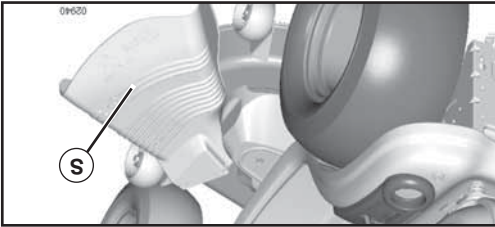

FIG. 8
4. Déplacez le levier de la commande de déplacement à la position de marche avant et tenez-le pendant cinq (5) secondes. Déplacez le levier à la position de marche arrière et tenez-le pendant cinq (5) secondes. Répétez ce procédé trois (3) fois.
8. Avancez le tracteur de 150 cm (5 pieds) approximativement et ensuite, reculez de 150 cm (5 pieds). Répétez ce procédé de conduire trois (3) fois.
- Pour tondre une grande surface, on vous conseille de commencer par tourner à droite, de façon à ce que l'herbe ne soit pas déversée sur les arbustes, les clôtures, les allées, etc. Après un ou deux tours, tondez en sens inverse en tournant à gauche jusqu'à ce que le travail soit achevé (Voir la Fig. 8).
POUR UTILISER LA TONDEUSE (Voir la Fig. 8)